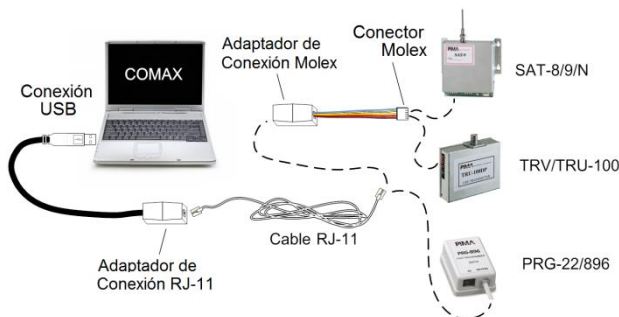

Figura 22. Diagrama de conexiones del DPU-N
2. Conecte el dispositivo que desea programar, de acuerdo a la "Figura 22, Diagrama de conexiones del DPU-N", en la página 39 (las conexiones del DPU son similares a las del DPU-N)